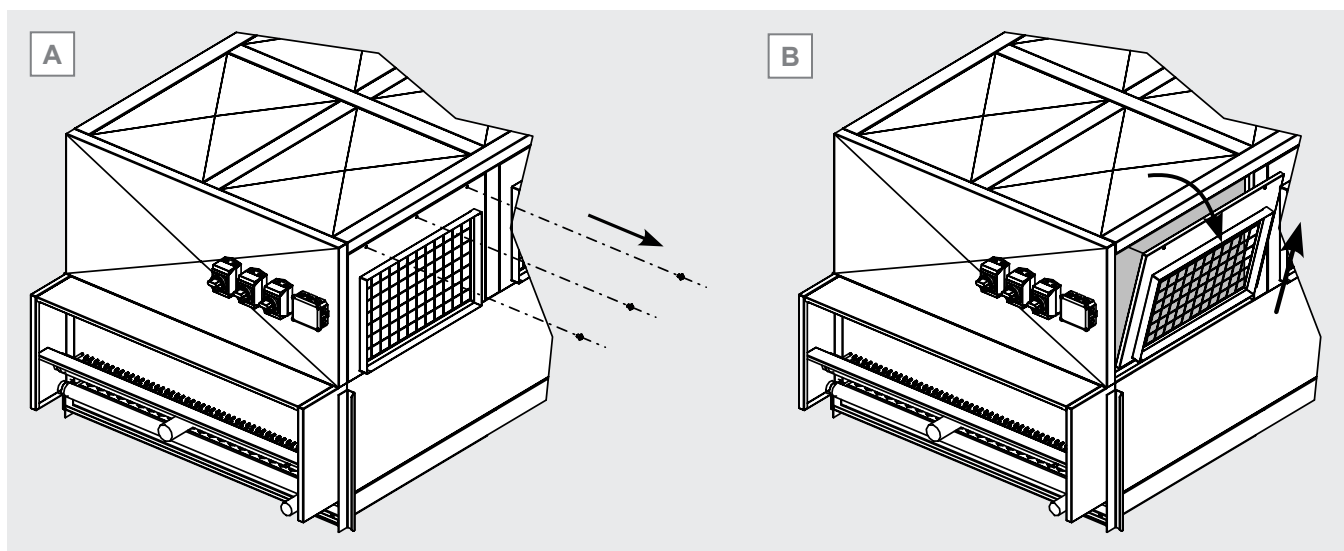

Abbildung 9
- 8.2.7 Die Platte an einem geeigneten Platz aufbewahren, an dem sie nicht beschädigt werden und keine Gefahr für Personen oder Gegenstände darstellen kann. Siehe Abbildung 9 A und B als Beispiel.